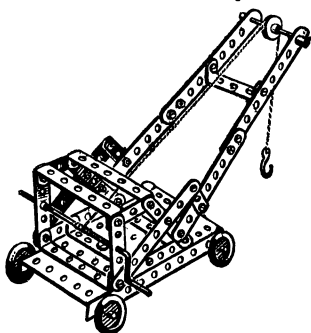
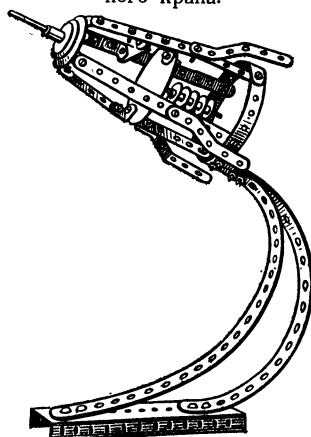

Рис. 78. Модель подъемного крана.
Рис. 79. Модель спутника.
2. Рассмотрите рисунок модели подъемного крана (рис. 78) и модели спутника (рис. 79) и соберите их самостоятельно.